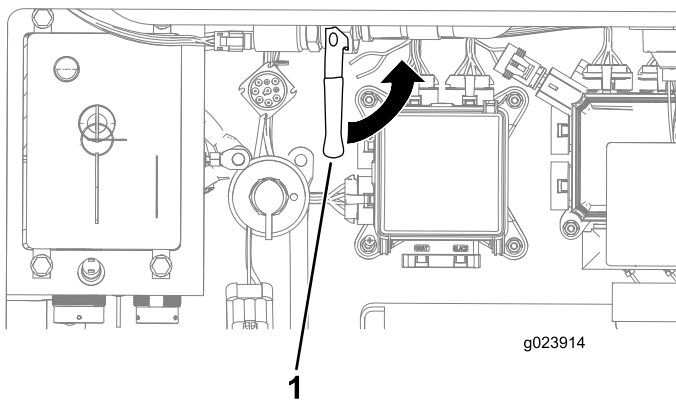

Figura 130
- A. Abra a válvula de anticongelante no interior do compartimento traseiro (Figura 130).
6. Feche a válvula de anticongelante (Figura 130).